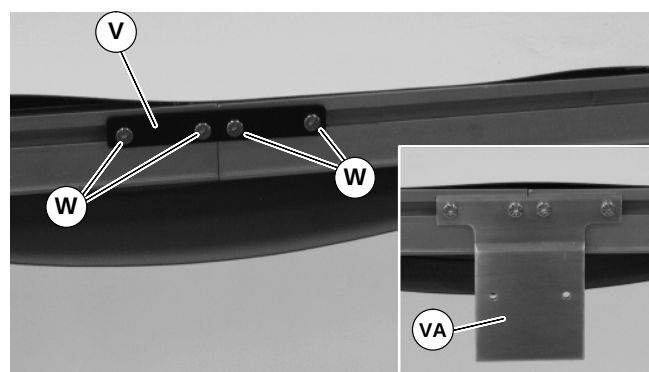

Abbildung 7
4. Die Förderbandsegmente zusammenfügen und die Verbindungsträger (V siehe Abbildung 7) oder die Verbindungs-/Installationsträger (VA) und Schrauben (W) zu beiden Seiten, wie angegeben, installieren. Die Schrauben mit 7 Nm festziehen.